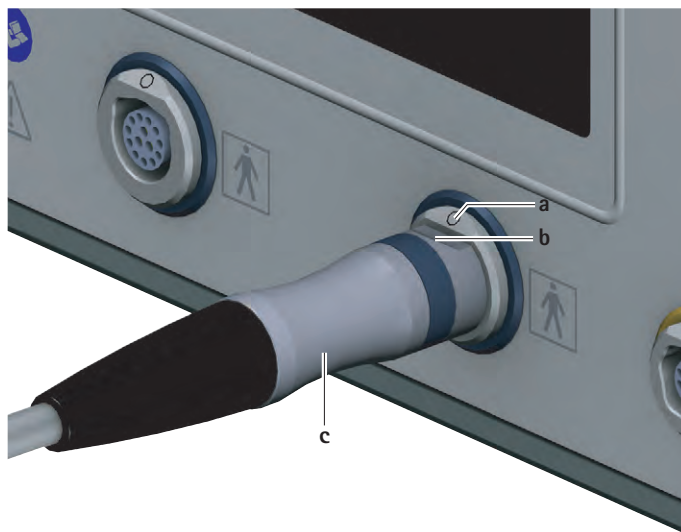

Fig. 3 Ligar cabo de motor
- ▶ Alinhar a ficha da unidade de controlo **c** no cabo de motor de tal forma que a marcação **b** na ficha coincida com a marcação **a** na tomada de ligação da unidade de aplicação **7**, ver Fig. 3.
- ▶ Retirar o cabo de motor na ficha para a unidade de controlo **c** da tomada de ligação para unidades de aplicação **7**, ver Fig. 3.